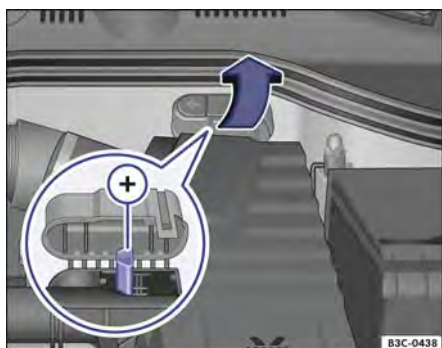
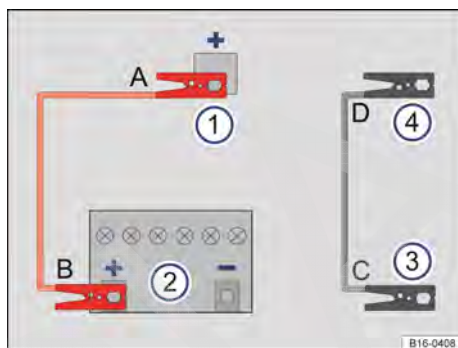

Fig. 218 No compartimento do motor sob uma cobertura: ponto de auxílio à partida (polo positivo).
Fig. 219 Esquema para a conexão dos cabos auxiliares de partida no veículo que presta auxílio de partida.
O ponto de auxílio à partida (polo positivo) → Fig. 218 (+) está embaixo de uma cobertura.
Legenda para Fig. 219:
Conectar o cabo auxiliar de partida somente na sequência **A – B – C – D** → Fig. 219.
- Se necessário, abrir a cobertura da bateria do veículo no compartimento do motor → Página 305 ou rebater a cobertura do ponto de auxílio à partida (polo positivo) → Fig. 218.
- Conectar uma extremidade do cabo auxiliar de partida *vermelho* ao polo positivo (+) do veículo com a bateria do veículo descarregada → Fig. 219 ① ou no ponto de auxílio à partida (polo positivo) → Fig. 218 → ⚠.
- Conectar a outra extremidade do cabo auxiliar de partida *vermelho* ao polo positivo (+) da bateria do veículo fornecedora de corrente → Fig. 219 ②.
- Conectar uma extremidade do cabo auxiliar de partida *preto* → Fig. 219 ③, de preferência, num ponto de auxílio à partida (ponto de aterramento), ou então, na argola de reboque dianteira roscada, conectar uma peça metálica maciça firmemente aparafusada com o bloco do motor ou no próprio bloco do motor.
- Conectar a outra extremidade do cabo auxiliar de partida *preto* → Fig. 219 ③ no veículo com a bateria descarregada, de preferência, ao ponto de auxílio à partida (ponto de aterramento) ou então na argola de reboque dianteira aparafusada → Página 286, numa peça metálica maciça firmemente aparafusada com o bloco do motor ou no próprio bloco do motor → ⚠.
- Desconectar o cabo auxiliar de partida com o motor em funcionamento somente na sequência **D – C – B – A** → Fig. 219.